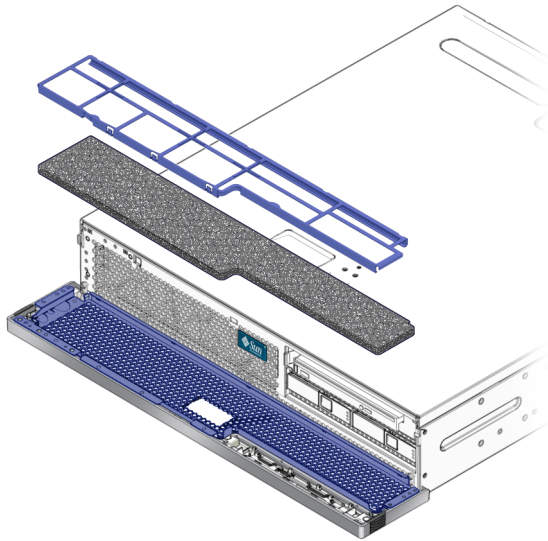

FIGURE 2-2 Pose du filtre à air dans le cache
4. Introduisez le filtre à air neuf dans le cache (FIGURE 2-2).